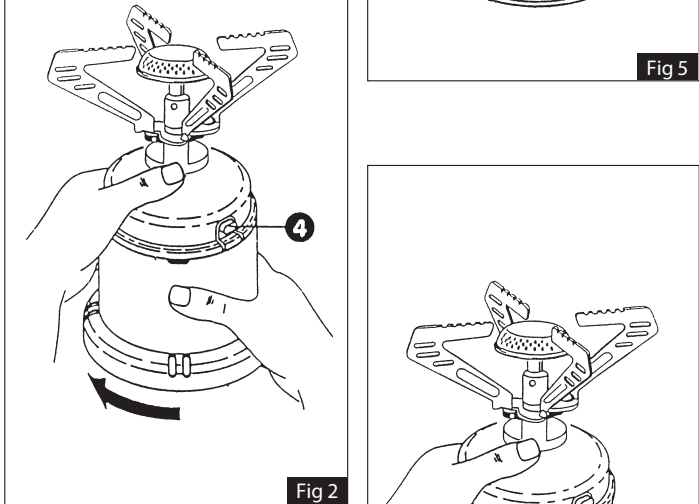

Fig 2
- Press the locking button (4) on the side of the lamp (fig. 2) and unscrew the plastic base anti-clockwise.
- Place a match near the burner (6)
- Turn the gas on slowly moving the control knob (5) towards the "+" arrow
- Press the locking button (4), unscrew the base of the lamp (fig. 2) and remove the empty cartridge.
- Appuyer sur le bouton de verrouillage (4) situé sur le côté de l'appareil (fig. 2) et dévisser le socle plastique dans le sens de rotation inverse de celui des aiguilles d'une montre.